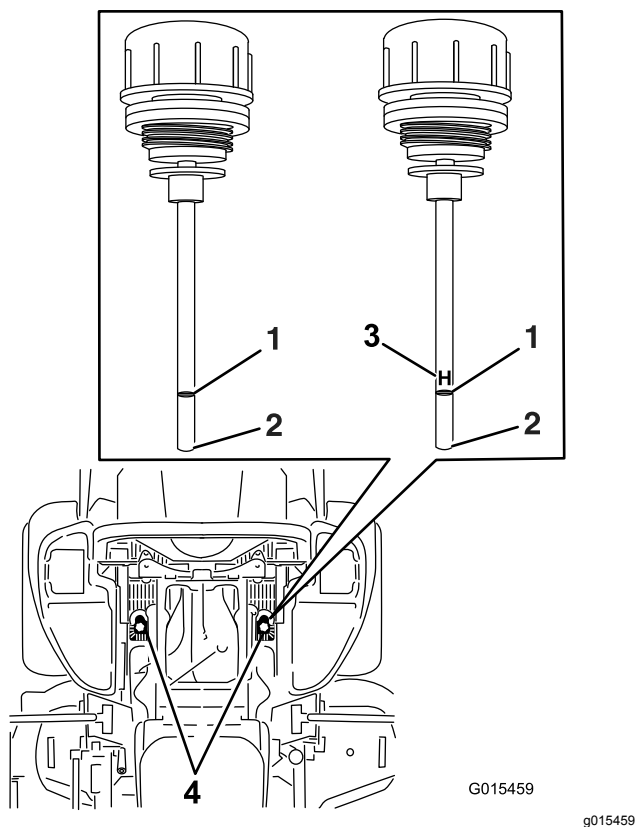

Figure 86
6. Nettoyez la surface autour des jauges des réservoirs du système hydraulique (Figure 86).
7. Sortez une jauge du réservoir hydraulique (Figure 86).
9. Ressortez la jauge et examinez l'extrémité (Figure 86).